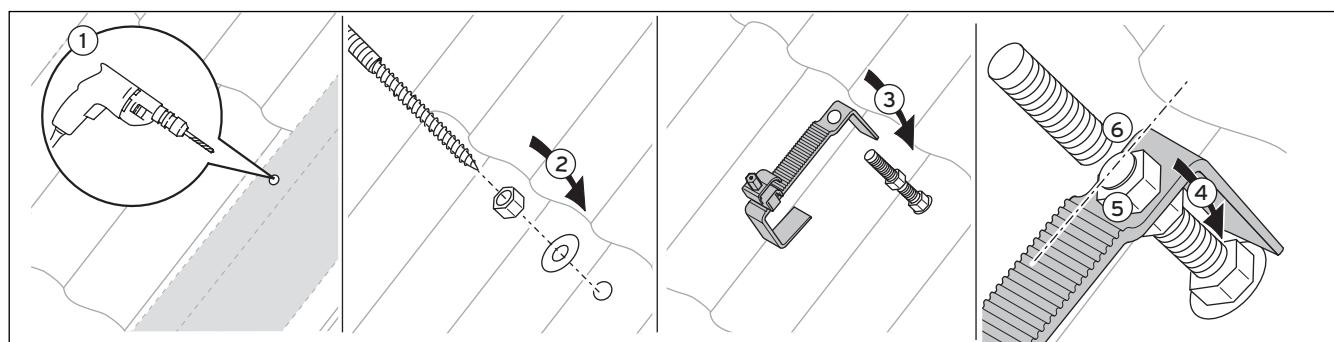

Рис. 5.8 Закріплення за допомогою гвинтів-шурупів
- З'єднайте монтажні шини і закріпіть їх за допомогою затискних елементів на покрівельному анкері (порів. **рис. 5.8**).